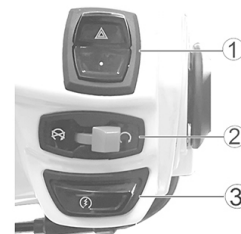

Fig7
Interrupteur feu d'urgence ① (Fig 7)
Interrupteur d'arrêt ②(Fig 7)
Interrupteur démarrage électrique ③(Fig 7)